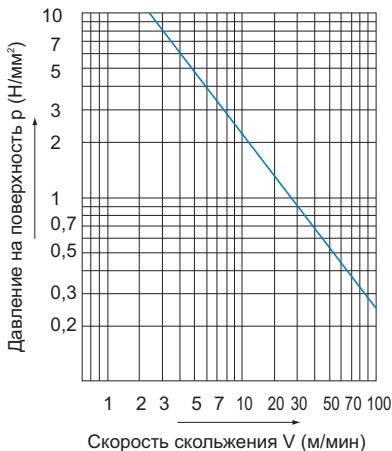

Рис.1 Значение pV
В подшипнике скольжения, величину pV , являющуюся производным давления на контактную поверхность (p) и скорости скольжения (V), применяют для определения того, возможно ли использование данной модели. Используйте соответствующее значение pV , указанное на Рис.1, как ориентир при выборе переходной гайки. Значение pV также изменяется в зависимости от условий смазывания.